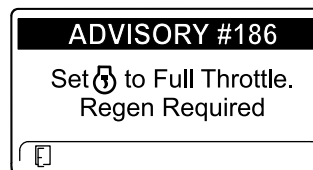

Figure 47
**Remarque:** Si l'InfoCenter affiche ADVISORY #186 (Figure 47), réglez le régime moteur à pleins gaz (ralenti accéléré) pour permettre à la régénération commandée de se poursuivre.